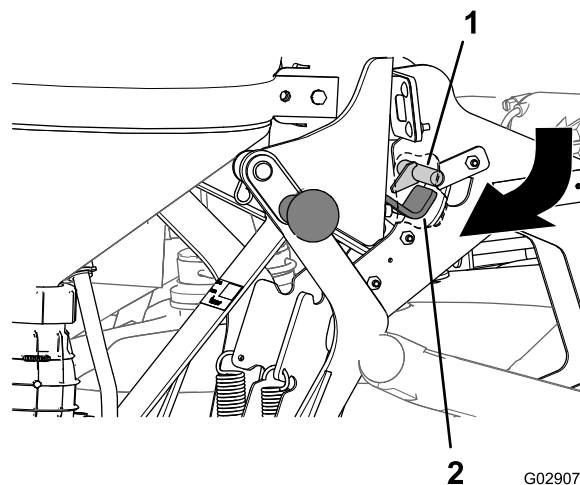

Figura 34
3. Tire de la manija del eyector hacia fuera y hacia abajo hasta que el gancho del cierre, en el lado interior de la chapa trasera, se libere de la varilla de enganche del bastidor principal (Figura 34).
3. Empuje hacia dentro las manijas de la parte superior del soporte hasta que el gancho del cierre quede detrás de la varilla de enganche del bastidor principal (Figura 34).